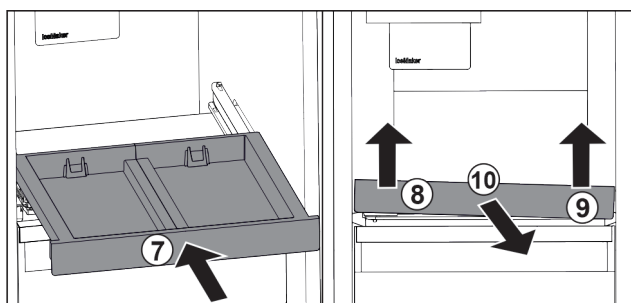

Fig. 141
- ▶ Вставьте выдвижную панель. Fig. 141 (7)
- ▶ Приподнимите выдвижную панель спереди слева. Fig. 141 (8)
- ▶ Приподнимите выдвижную панель спереди справа. Fig. 141 (9)
- ▶ Извлеките выдвижную панель движением вперед. Fig. 141 (10)